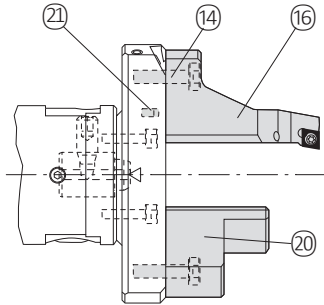

Рис. 5
**Картридж для охватывающего растачивания и противовеса (Рис. 5)**